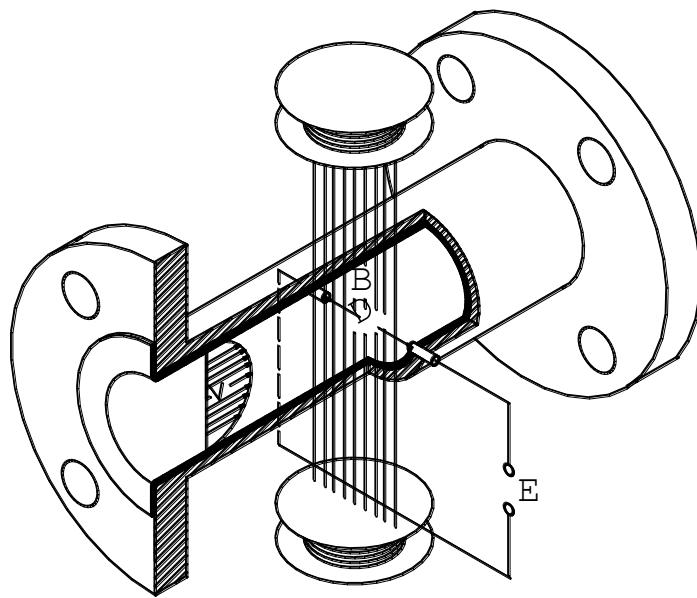

Рисунок 4.1
4.1.1 Принцип действия расходомера основан на явлении электромагнитной индукции (см. рисунок 4.1).
4.2.3 ППР представляет собой отрезок трубопровода из немагнитного материала (см. рис.4.1), внутренняя поверхность которого футерована диэлектриком (фторопластом). В диаметрально противоположных стенках трубопровода установлены два электрода, контактирующие с измеряемой средой и предназначенные для съема ЭДС индукции (E). Благодаря такой конструкции ППР расходомер вносит минимальное гидравлическое сопротивление в поток жидкости. Магнитная система ППР состоит из двух последовательно включенных катушек возбуждения и магнитопровода. ЭДС индукции усиливается в блоке аналоговой обработки ПМ, преобразуется в цифровую форму и поступает затем в блок цифровой обработки сигнала. Блок аналоговой обработки сигнала также формирует ток, поступающий на катушки возбуждения магнитной системы ППР.